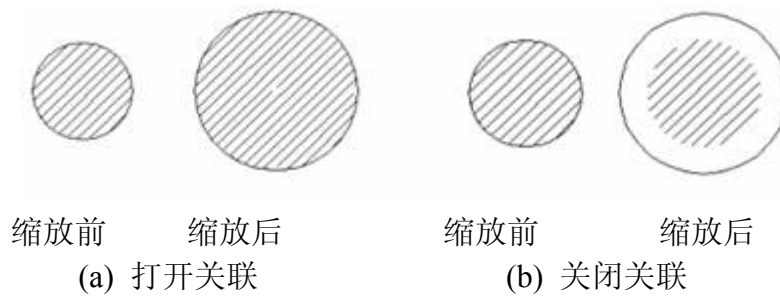

图 4-6 填充图样与边界的关联
**关联:** 确定填充图样与边界的关系。若打开此开关，那么填充图样与填充边界保持着关联关系，当填充边界被缩放或移动时，填充图样也相应跟着变化，系统默认是关联，如图 4-6 (a) 所示。
如果把关联前的小框中的钩去掉，就是关闭此开关，那么图案与边界不再关联，也就是填充图样不跟着变化，如图 4-6(b)所示。